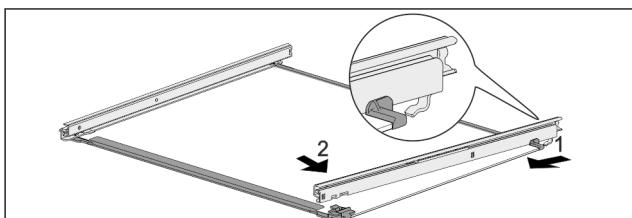

Fig. 121 Skleněná deska s kolejničkami
- Zahákněte kolejničku vzadu. Fig. 121 (1)
- Zaklapněte kolejničku vpředu. Fig. 121 (2)